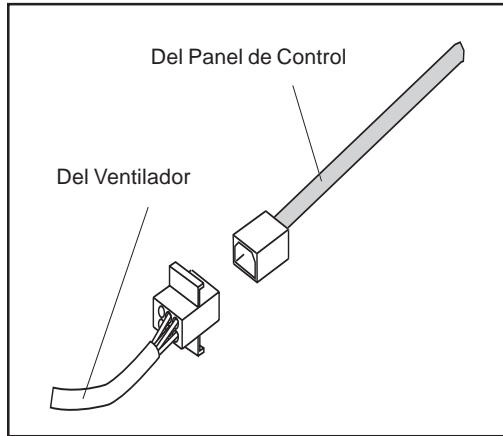

Figura 13
2. Enchufe el conector molex VTN1030C al conector presente adentro de la campana como se indica en la Figura 13.